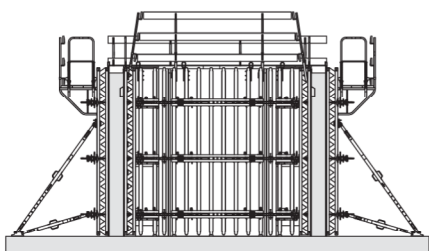

Fig. A4.01
5. Eseguire la prima sezione di getto. (Fig. A4.01)